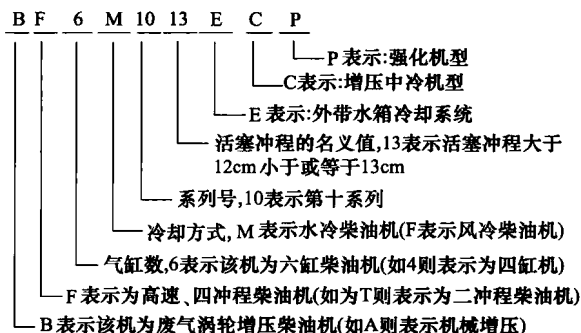

图 1-7 道依茨柴油机机型代码的含义
② 道依茨柴油机机型编号的含义 道依茨柴油机编号，是一串与国产机型不一样的字母和数字组合，如 BF6M1013ECP。其实这些字母和数字具有特定的含义，具体说明如下。如图 1-7 所示。